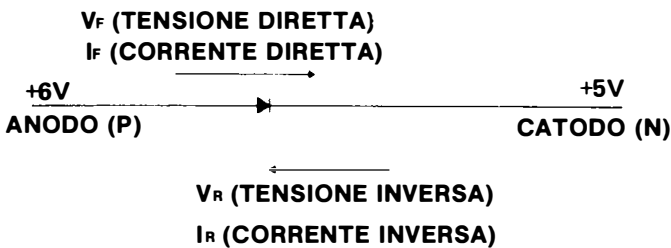

Figura 6.4
Un diodo lascia passare la corrente nella direzione diretta e blocca la corrente nella direzione inversa, come si vede in Figura 6.4.
Si noti che la direzione, adesso, è quella di una corrente convenzionale. Il comportamento del diodo è dato dalla relazione fra la tensione (V) e la corrente (I). Si definisce tensione diretta (V_F) la quantità di cui la tensione anodica supera la tensione catodica (ricordate che stiamo parlando di tensione positiva - cioè della pressione del fluido immaginario di Franklin). In figura 6.4 la tensione diretta è 1 V, giacché la tensione anodica (+6) supera la tensione catodica (+5) di 1 V. La corrente diretta (I_F) è, semplicemente, la quantità di corrente a una data tensione diretta.